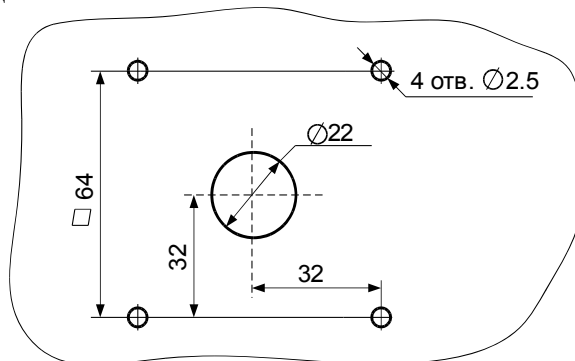

Рис.3 Чертеж разметки на баке для сверления отверстий для установки датчика ДУ-04А.
6.3.1 Датчик монтируется на баке, в котором предварительно сверлятся 5 отверстий: одно отверстие  $\varnothing 22$  мм для прохода чувствительного элемента датчика (рабочей части датчика) в бак и 4 отверстия  $\varnothing 2.5$  мм для крепления датчика на баке. Чертеж разметки на баке для сверления отверстий приведен на рис.3. Для разметки рекомендуется использовать шаблон для сверления отверстий, входящий в комплект монтажных частей.